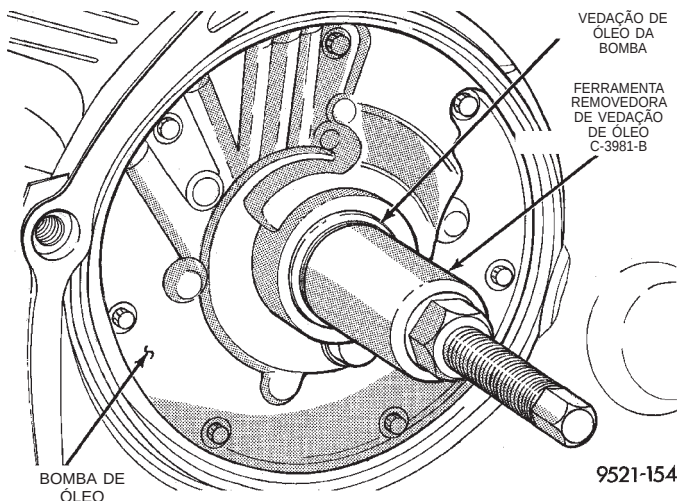

Fig. 7 Remoção da Vedação de Óleo da Bomba
(1) Parafuse a Ferramenta removedora de vedação C-3981-B na vedação (Fig. 7) e, a seguir, aperte a parte parafusada da ferramenta para remover a vedação.